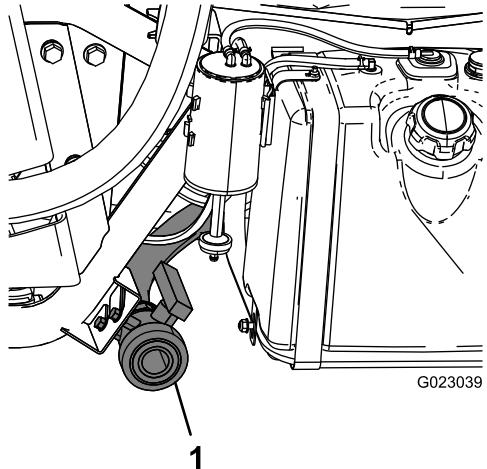

図 15
2. タンクのドレンバルブは車両の左側にある**図 15**。
4. タンクドレンハンドルを操作して残っている薬液を全部排出し、地域の法律や規則、メーカーの指示に従って適切に処分する**図 15**。
5. 排出が完全に終了したら、ドレンバルブを閉じ、バルブをブラケットに取り付ける**図 15**。